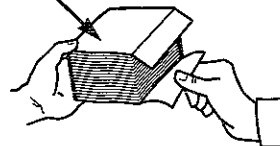

Figure 7
1. Retirez les essuie-tout de leur emballage de protection (Figure 7).